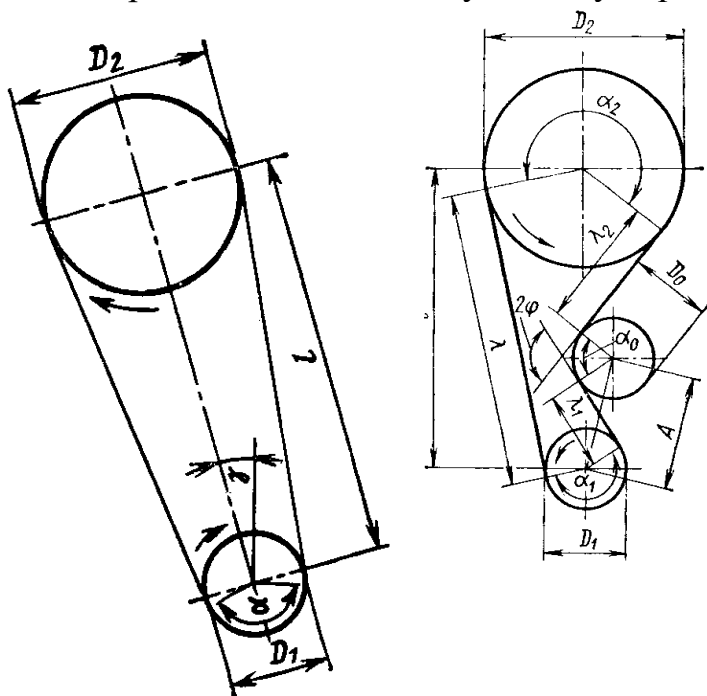

Рис. 1. Основные геометрические данные для расчета передачи
1. приведите устройство в исходное положение, для чего установите кнопкой указатель нагрузки 18 (рис. 1) на нуль и раздвиньте подвижные сегменты 14 и 15 так, чтобы их нижние торцы находились на одном уровне;